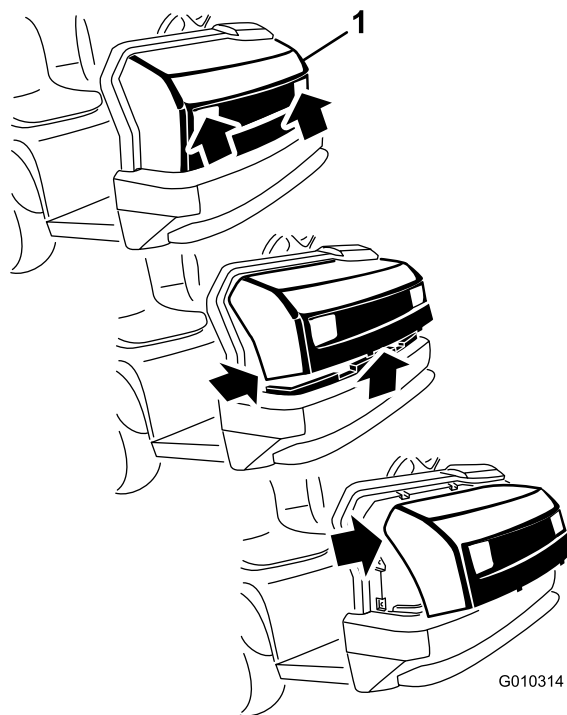

Figura 45
2. Gire hacia arriba la parte inferior del capó hasta que pueda retirar las pestañas de montaje superiores de las ranuras del bastidor (Figura 45).
3. Gire hacia adelante la parte superior del capó y desconecte los conectores de los cables de los faros (Figura 45).
1. Sujete el capó por los orificios de los faros y levántelo para poder liberar las pestañas de montaje inferiores de las ranuras del bastidor (Figura 45).
2. Introduzca las pestañas de montaje superiores en las ranuras del bastidor (Figura 45).
3. Introduzca las pestañas de montaje inferiores en las ranuras del bastidor (Figura 45).